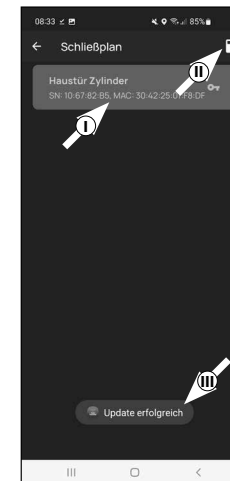

Abb. 3
- 4 Im Folgemenu erscheinen die in der App registrierten Zylinder. Wählen Sie den Zylinder aus, den der zuvor angegebene Benutzer öffnen können soll (I) (Abb. 3). Sofern Sie mehrere Zylinder haben und zuweisen möchten, wählen Sie alle gewünschten Zylinder aus. Speichern Sie oben rechts (II) (Abb. 3). Sie erhalten daraufhin eine kurze Bestätigung (III) (Abb. 3).